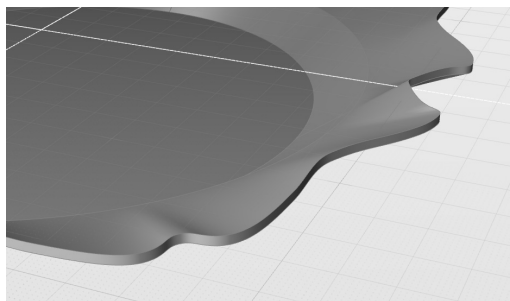

图 5-160 挤出曲面
11) 激活“挤出”工具, 将上一步的合并曲面沿 Z 轴正方向挤出 0.2cm, 如图 5-160 所示, 此时沙拉盘为实体几何。